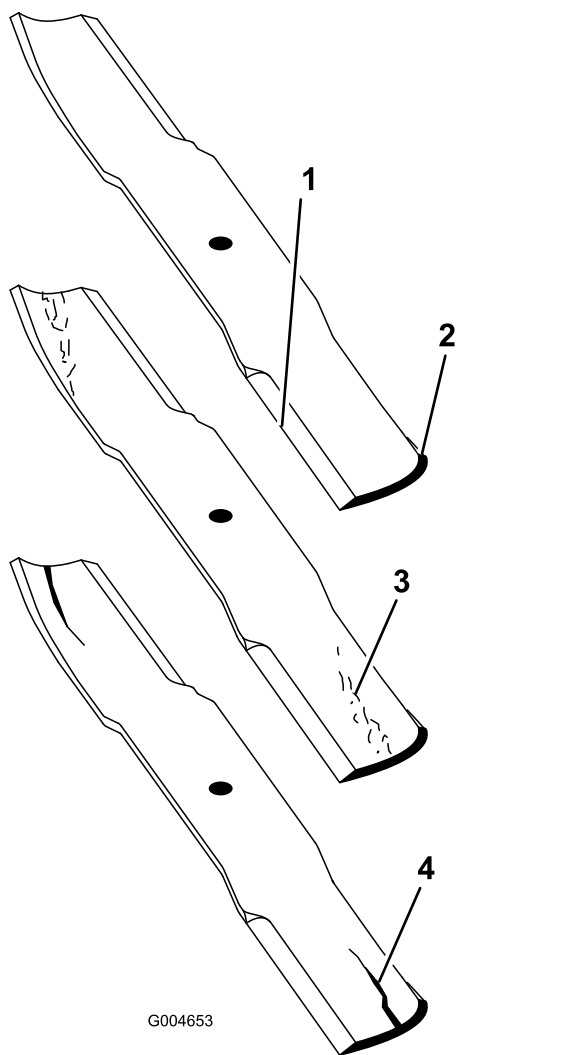

Figura 127
2. Examine cuidadosamente los extremos de corte de la cuchilla, sobre todo en el punto de reunión entre la parte plana y la parte curva de la cuchilla (Figura 127).
Nota: Puesto que la arena y cualquier material abrasivo pueden desgastar el metal que conecta las partes curva y plana de la cuchilla, compruebe la cuchilla antes de utilizar el cortacésped. Si se aprecia desgaste (Figura 127), cambie la cuchilla.